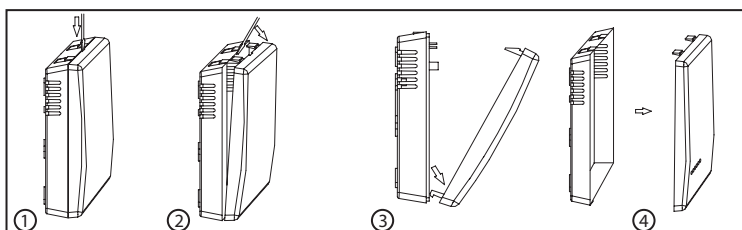

Abb. 3
- Schließen Sie den Deckel, wie in Abb. 3. gezeigt.